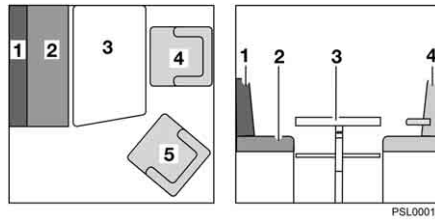

Fig. 27 Avant la transformation
- Tourner le siège conducteur (Fig. 27,4) avec le dossier en direction de la porte chauffeur.
- Tourner le siège passager (Fig. 27,5) avec le dossier en direction de la porte passager.
- Convertir la table (Fig. 27,3) en sommier de lit (voir paragraphe 7.6).